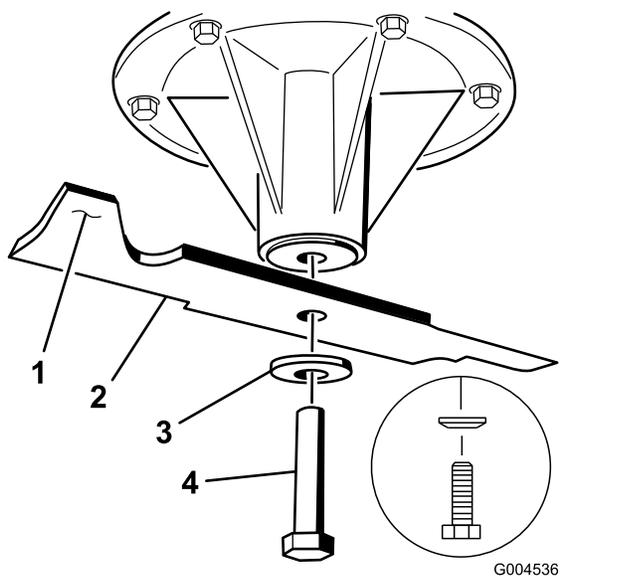

Figura 80
2. Togliete il bullone, la rondella curva e la lama dall'asse del fusello (Figura 80).